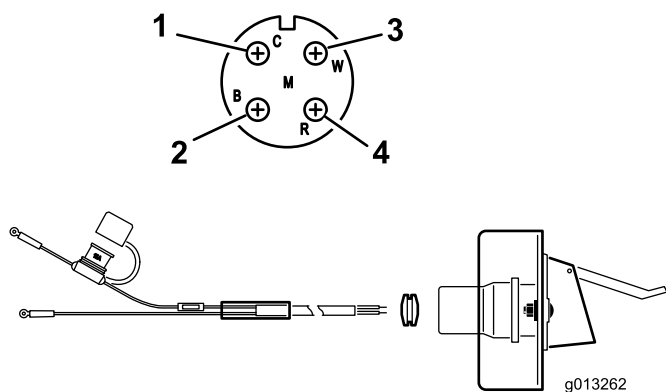

Figura 9
2. Disponete il cablaggio elettrico dalla batteria alla staffa dell'attacco elettrico e fissatelo (Figura 9).
- Inserite il cablaggio nel supporto della presa e montate la boccola di gomma nera sul cablaggio (Figura 9).